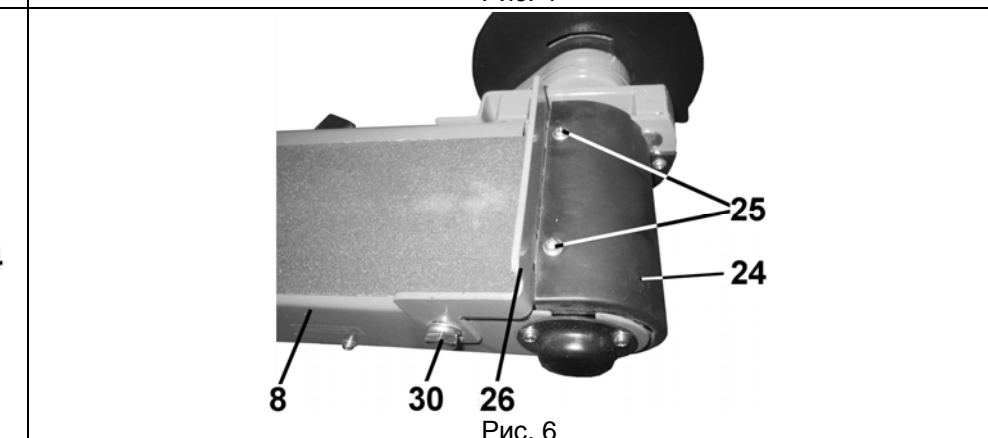

Рис. 6
8.4. Установка заднего упора (Рис. 6)
Как показано на Рис. 6, упор (26) установите и закрепите на кожухе (24) винтами (25) и к столу шлифовальной ленты (8) болтом (30).
9.1. Регулировка рабочего стола (Рис. 6)